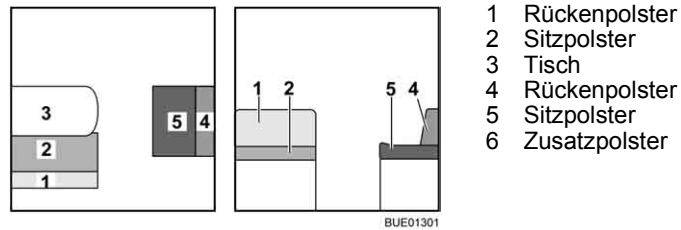

Bild 124 Vor dem Umbau
- Tisch (Bild 124,3) zum Bettunterbau umbauen (siehe Abschnitt 6.10).
- Das Rückenpolster (Bild 124,1) abnehmen und beiseite legen.